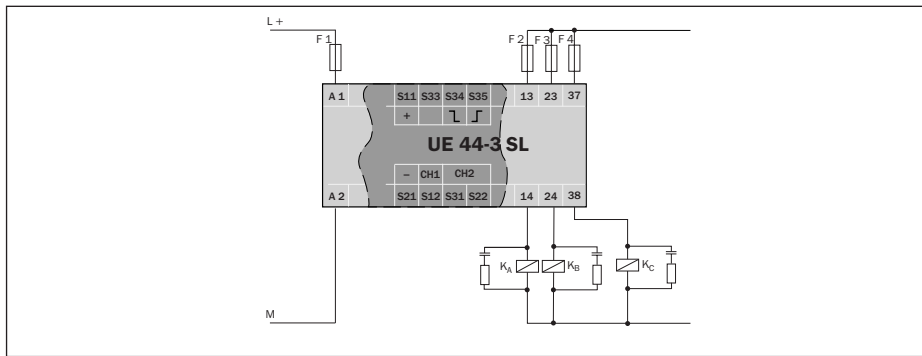

Fig. 2 : Schéma de base : Alimentation, circuit de sortie 3 voies, dont 1 temporisée à la fermeture (cf. *Caractéristiques techniques*)
- Pour prévenir le collage par soudure électrique des contacts du relais, prévoir le montage d'une protection (de classe G) contre les surintensités de sécurité, courant maxi 6 A en série avec chaque contact de commande (cf. fig. 2, fusibles F2/F3/F4).